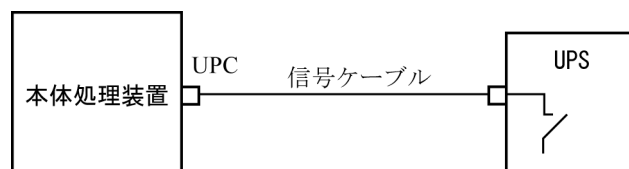

図 7 UPS と本体処理装置との信号ケーブルの接続
- 1 台の本体処理装置に 1 台の UPS を接続する場合（図 7 参照）